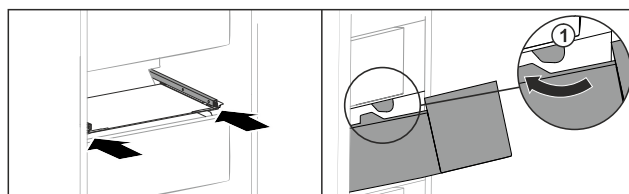

Fig. 154
- Far passare il cassetto intorno ai fermi Fig. 154 (1).